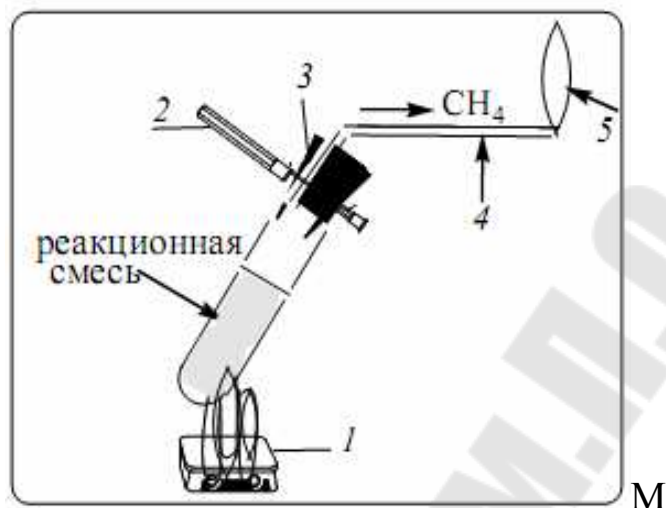

Рис. 1. Горение метана.
Рисунок 1. Устройство для определения качественного элементного состава смеси углеродоводородного органического соединения. В пробирку с органическим веществом оксид меди(II) насыпают безводный сульфат меди(II) и при приемной пробирке известковой водой.